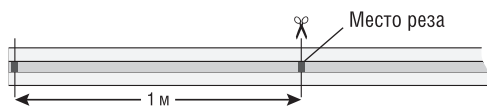

Рис. 2. Разрезание светодиодной ленты.
- **Разрезание светодиодной ленты на участки.** Светодиодную ленту NLS-2835-IP67-220V-NEONLED можно разрезать на участки, кратные одному сегменту, длина которого равна 1 м. Разрез необходимо производить строго посередине участка, соединяющего смежные сегменты, см. Рис. 2. В месте разреза ленты пропущен сегмент гибкой печатной платы. Место разреза отмечено маркировкой. На окончание участков светодиодной ленты, к которым не планируется производить какие-либо подключения, необходимо установить заглушки для ленты NLS-SC-cup-2835-220-NEONLED, Рис. 3.